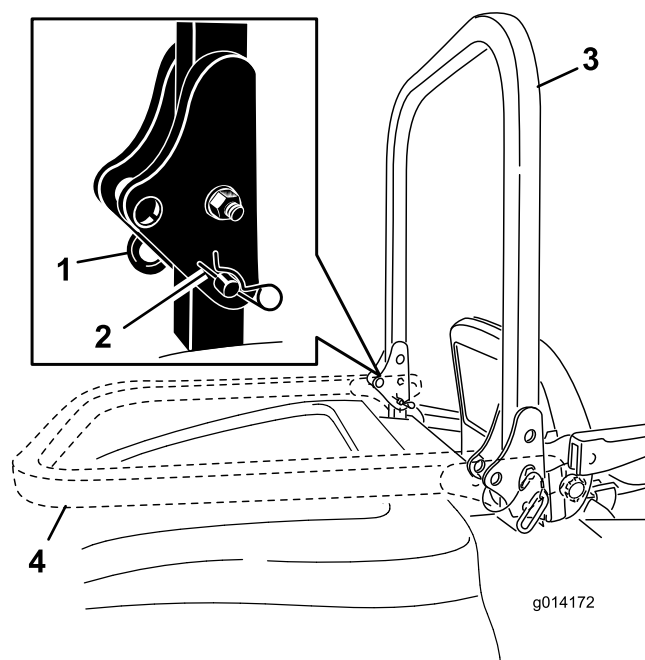

Figure 18
1. Pour abaisser l'arceau de sécurité, retirez les goupilles fendues, poussez l'arceau de sécurité contre les ressorts et retirez les 2 axes (Figure 18).
2. Faites pivoter l'arceau de sécurité à la position abaissée (Figure 18).
3. Posez les 2 axes et fixez-les avec les goupilles fendues (Figure 18).
4. Pour relever l'arceau de sécurité, retirez les goupilles fendues puis les 2 axes (Figure 18).
5. Relevez complètement l'arceau de sécurité puis insérez les 2 axes et fixez-les avec les goupilles fendues (Figure 18).